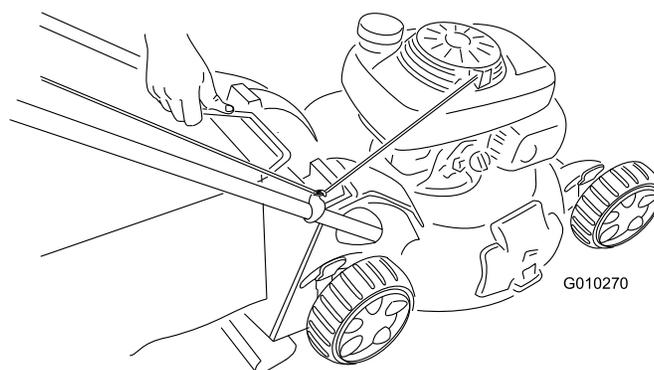

Bild 30
2. Heben Sie den Fangkorbgriff aus den Kerben oben an der Maschine und nehmen Sie den Fangkorb ab (Bild 30).